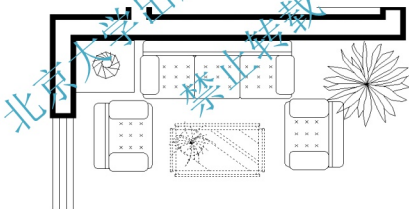

图 1.24 删除“茶几”
(3) 此时绘图区的光标变成一个小方块，看命令行，在选择对象：提示下，将光标移到“茶几”上并单击，“茶几”即被选中并呈虚线显示(如图 1.24 所示)，按 Enter 键结束【删除】命令，“茶几”即被删除。